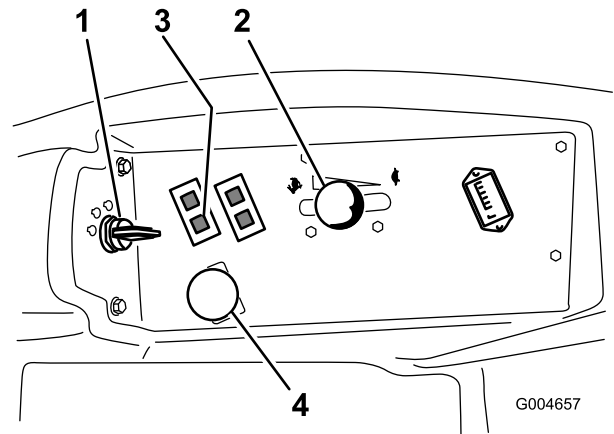

Figure 16
4. Placez la commande de prise de force (PDF) en position désengagée (Figure 16).
5. Réglez la manette d'accélérateur à mi-course entre les positions bas et haut régime (Figure 16).